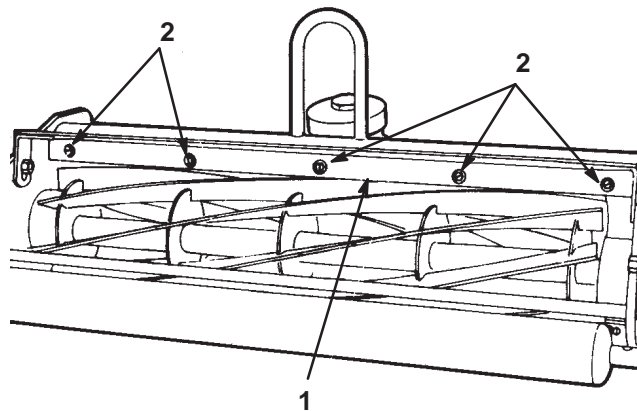

Figure 9
1. Desserrez les vis de fixation de la barre supérieure (Fig. 9). Insérez une jauge de 1,5 mm d'épaisseur entre le haut du cylindre et la barre, et serrez les vis (Fig. 9). Vérifiez que la barre et le cylindre sont équidistants sur toute la longueur du cylindre.